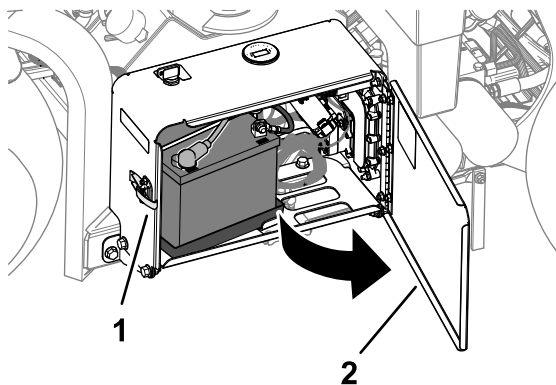

Figura 13
1. Deblocați i deschideți ușa compartimentului bateriei (Figura 13).